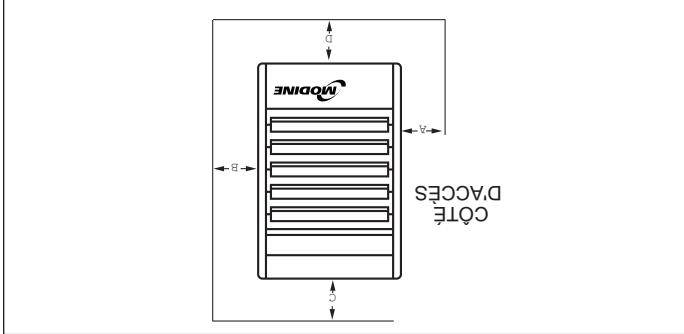

FIGURE 4.1 - MATERIAUX COMBUSTIBLES ET DEGAGEMENTS
6. Les appareils exposés à des températures d'air de 40 °F ou dégagements minimums de la figure 4.1 et des tableaux 4.1 et 4.2.